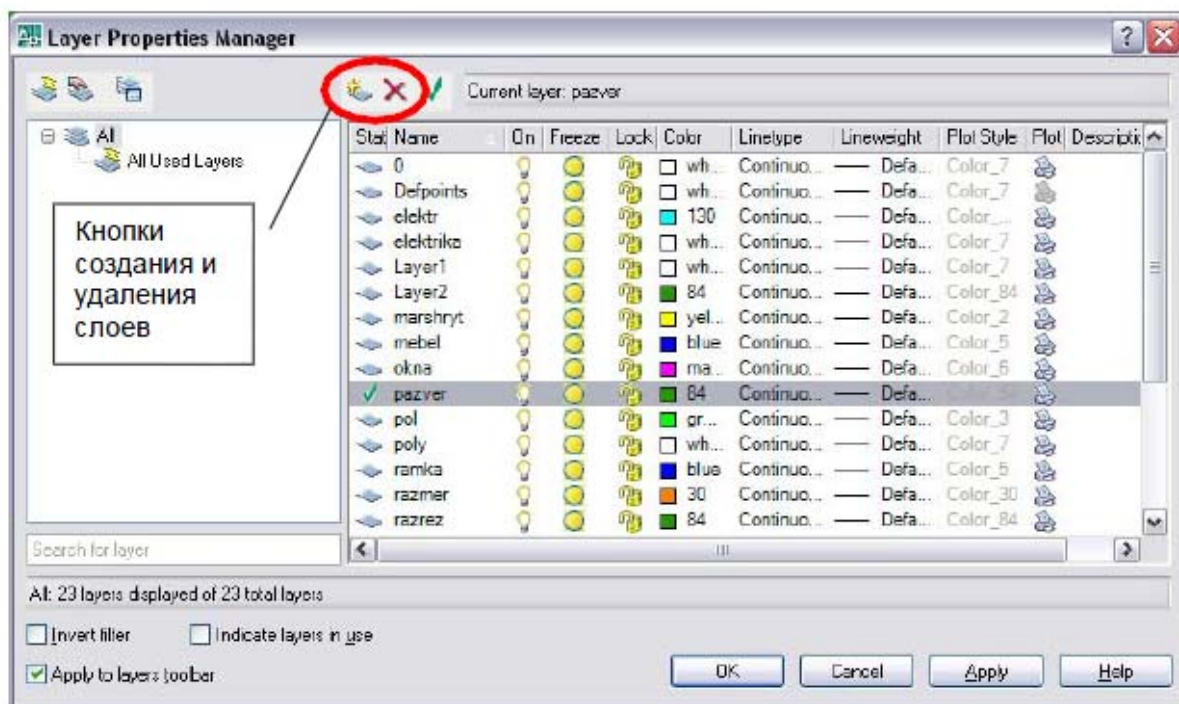

Рис. 38. Диспетчер слоев
- на панели **Слои** нажмите кнопку **Диспетчер свойств слоев** (рис. 38);